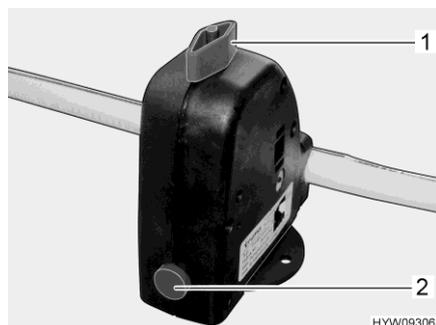

Fig. 108 Válvula de seguridad/purga (caldera)
La caldera está equipada con una válvula de seguridad/purga (Fig. 108). La válvula de seguridad/purga evita que el agua de la caldera se congele cuando no esté conectada la calefacción en caso de helada.
- Cerrar la válvula de seguridad/purga. Para ello, girar el botón giratorio (Fig. 108,1) a la posición transversal en referencia a la válvula de seguridad/purga y hundir el botón (Fig. 108,2).
- Abrir la válvula de seguridad/purga. Para ello, girar el botón giratorio (Fig. 108,1) a la posición longitudinal en referencia a la válvula de seguridad/purga. El botón (Fig. 108,2) salta hacia fuera. La caldera se vacía hacia fuera a través de la válvula de seguridad/purga.